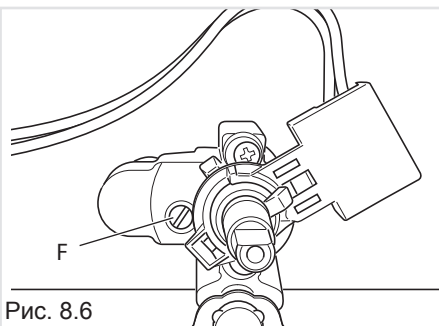

Рис. 8.6
- С помощью отвертки поверните винт «F» так, чтобы добиться нужного Вам результата. (Рис. 8.6).